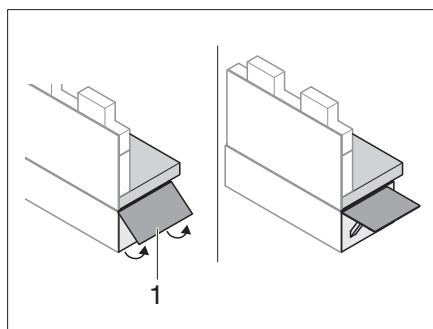

Fig. 142 Apertura della prolunga del divanetto
- Spingere la prolunga del divanetto (Fig. 142,1) verso l'alto.
- Inserire la stecca di sbloccaggio e richiudere la prolunga del divanetto (Fig. 142,1).